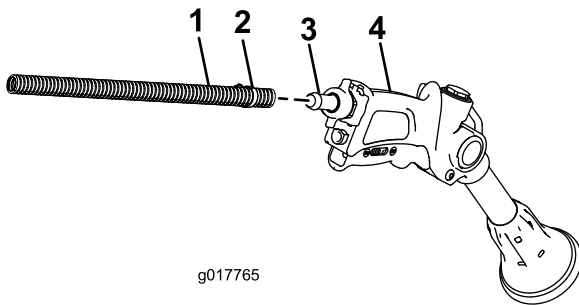

Figura 24
2. Ligue extremidade livre da tubagem longa à união da pistola de pulverização (Figura 24).